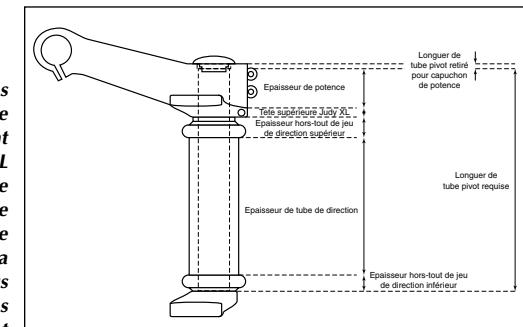

Fig. 3
- Il sera peut-être nécessaire de couper le tube pivot à la longueur voulue. Pour couper le tube pivot, déposez les tubes supérieurs pour éviter qu'ils ne vous gênent pas lors de la coupe. La longueur du tube pivot est déterminée par les dimensions des pièces suivantes : collier de serrage du tube pivot de la tête supérieure Judy XL, collier de serrage du tube pivot de la potence, tube de direction du cadre et pile supérieure et inférieure du jeu de direction (voir fig. 3). Pour faciliter l'assemblage, ne montez pas la tête supérieure de votre Judy XL sur les tubes supérieurs avant d'avoir coupé le tube pivot à la longueur voulue et d'avoir fixé la tête inférieure à l'emplacement requis.